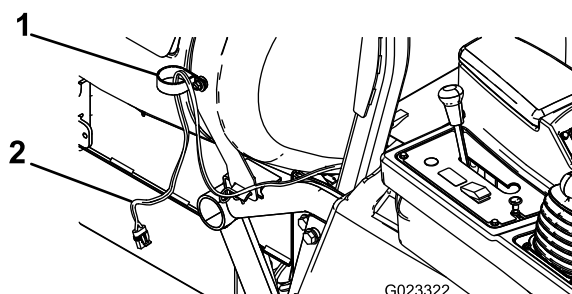

Figura 3
5. Inserite l'estremità del cablaggio dell'avvolgitubo attraverso la fascetta fermacavi a R come mostrato in Figura 3.